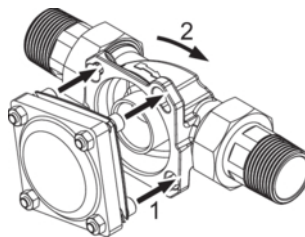

Abb. 5: Schrauben durchführen und einrasten
5. Das Umgehungsventil auf der mit dem Buchstaben „R“ (Rohr) gekennzeichneten Flanschseite mit dem Einbaudrehflansch durch Einrasten der Schrauben verbinden (siehe Abbildung 5).
4. Das Gerät an den geräteseitigen Flansch („G“) des eingebauten Umgehungsventils ansetzen und die Schraubenköpfe durch die Bajonettbohrungen des Umgehungsventils führen (Befestigungsprinzip siehe Abbildung 5).